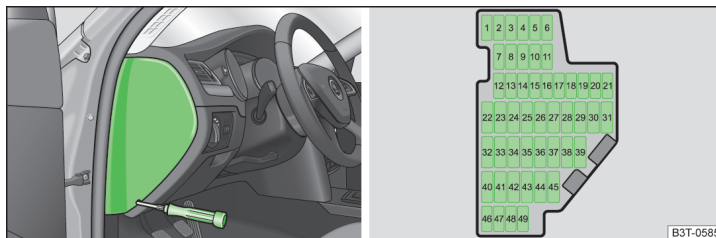

Abb. 196 Abdeckung des Sicherungskastens in der Schalttafel / Sicherungen
- Die Abdeckung abnehmen » Abb. 196.